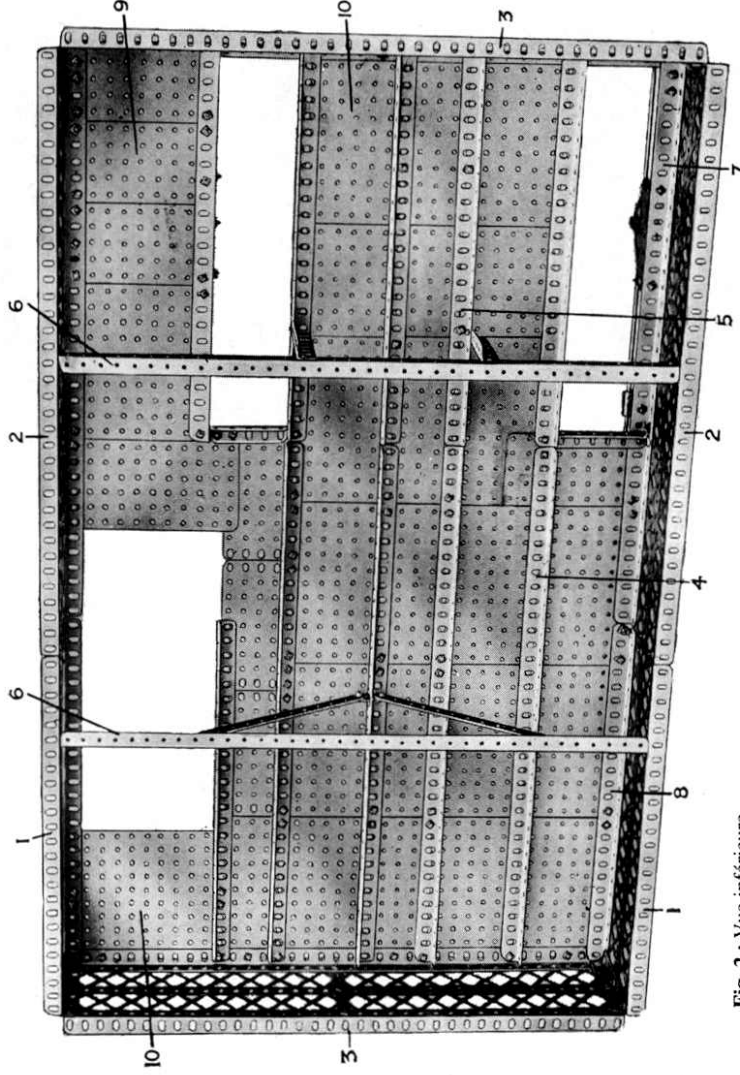
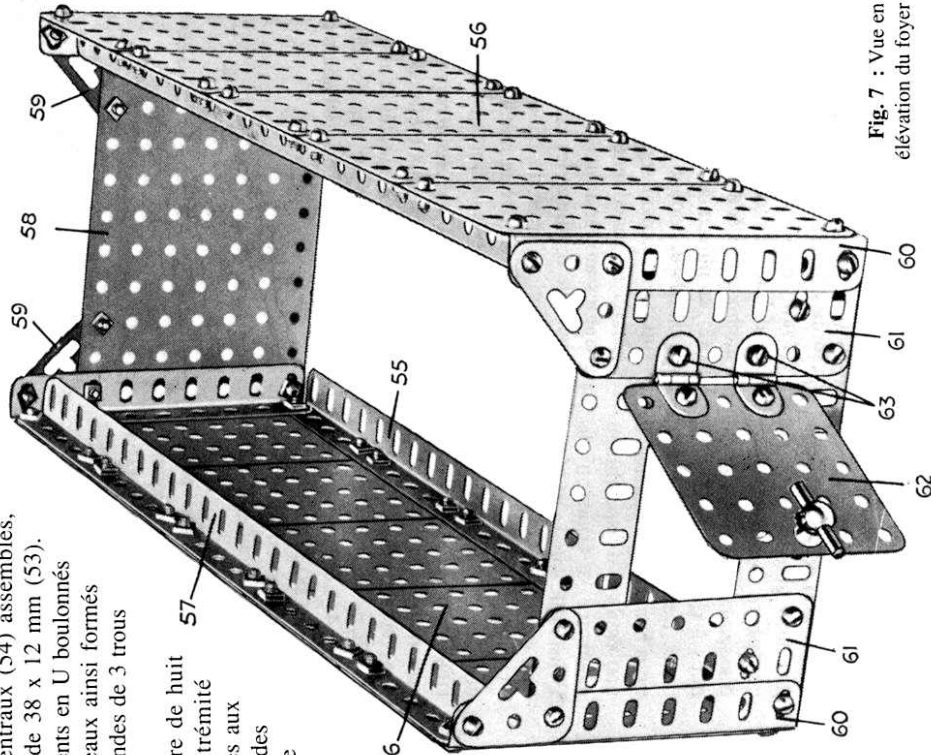

Fig. 2 : Vue inférieure du socle
Fig. 7 : Vue en élévation du foyer
La figure 2 montre une vue inférieure du socle qui, comme on pourra le constater sur cette illustration, est une construction robuste à partir de cornières et de plaques. Les cornières inférieures longitudinales sont constituées chacune d'une cornière de 37 trous et d'une cornière de 25 trous (1) et (2) et les cornières inférieures transversales sont des
La chaudière est montée au-dessus du foyer comme le montre la figure 1. Le foyer est illustré en détail sur la figure 7. Chaque côté est formé de cinq plaques sans rebords de 11,5 x 6 cm (56) qui sont boulonnées par leurs extrémités aux cornières de 25 trous (55) et (57).
L'extrémité arrière est formée d'une plaque sans rebords de 14 x 9 cm (58) qui est boulonnée aux cornières (55) et (57) et de plus, renforcée par deux grands goussets d'assemblage (59) servant d'assises à la chaudière. L'extrémité située du côté de la porte du foyer comporte deux cornières de 9 trous (60) qui sont boulonnées aux cornières (55) et (57), de même que deux cornières horizontales de 11 trous. Deux poutrelles plates de 7 trous (61) peuvent alors être fixées entre ces dernières ainsi qu'il est visible sur la figure 7, sur lesquelles deux autres grands goussets d'assemblage sont montés de manière similaire aux goussets (59) de l'extrémité arrière.
Le foyer est maintenant terminé et peut être placé sur le socle en le boulonnant à l'emplacement indiqué par les figures 1 et 8. Les boulons de fixation passent au travers des cornières (55) (figure 7) du foyer ainsi qu'au travers des plaques du socle, le tout étant placé de manière à couvrir intégralement l'emplacement prévu sur le socle (voir figure 2).
Ensuite, la chaudière doit être boulonnée en position au-dessus du foyer. Elle est immobilisée par boulonnage des flasques circulaires à rebords à la poutrelle plate de 11 trous de l'extrémité avant du foyer et à la plaque sans rebords (58) (figure 7) de l'extrémité arrière. Un seul boulon à chaque extrémité sera suffisant pour maintenir la chaudière en place.